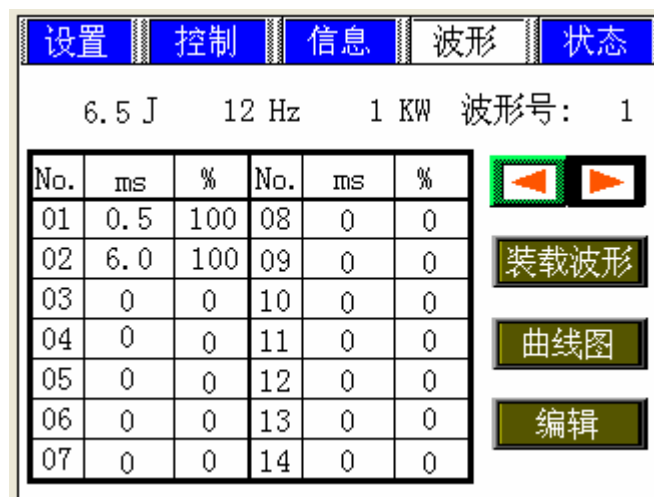

图 5-27 切换波形编号
- 第一种：**通过点击 [▶] 增 1，点击 [◀] 减 1 增减按钮方式修改波形编号，如图 5-27 所示。考虑到本系统共可设定 50 套波形数据，若从编号 1 通过增减方式切换到编号 50，则要花一定的时间，且不方便。为简化操作，可采用方法二；